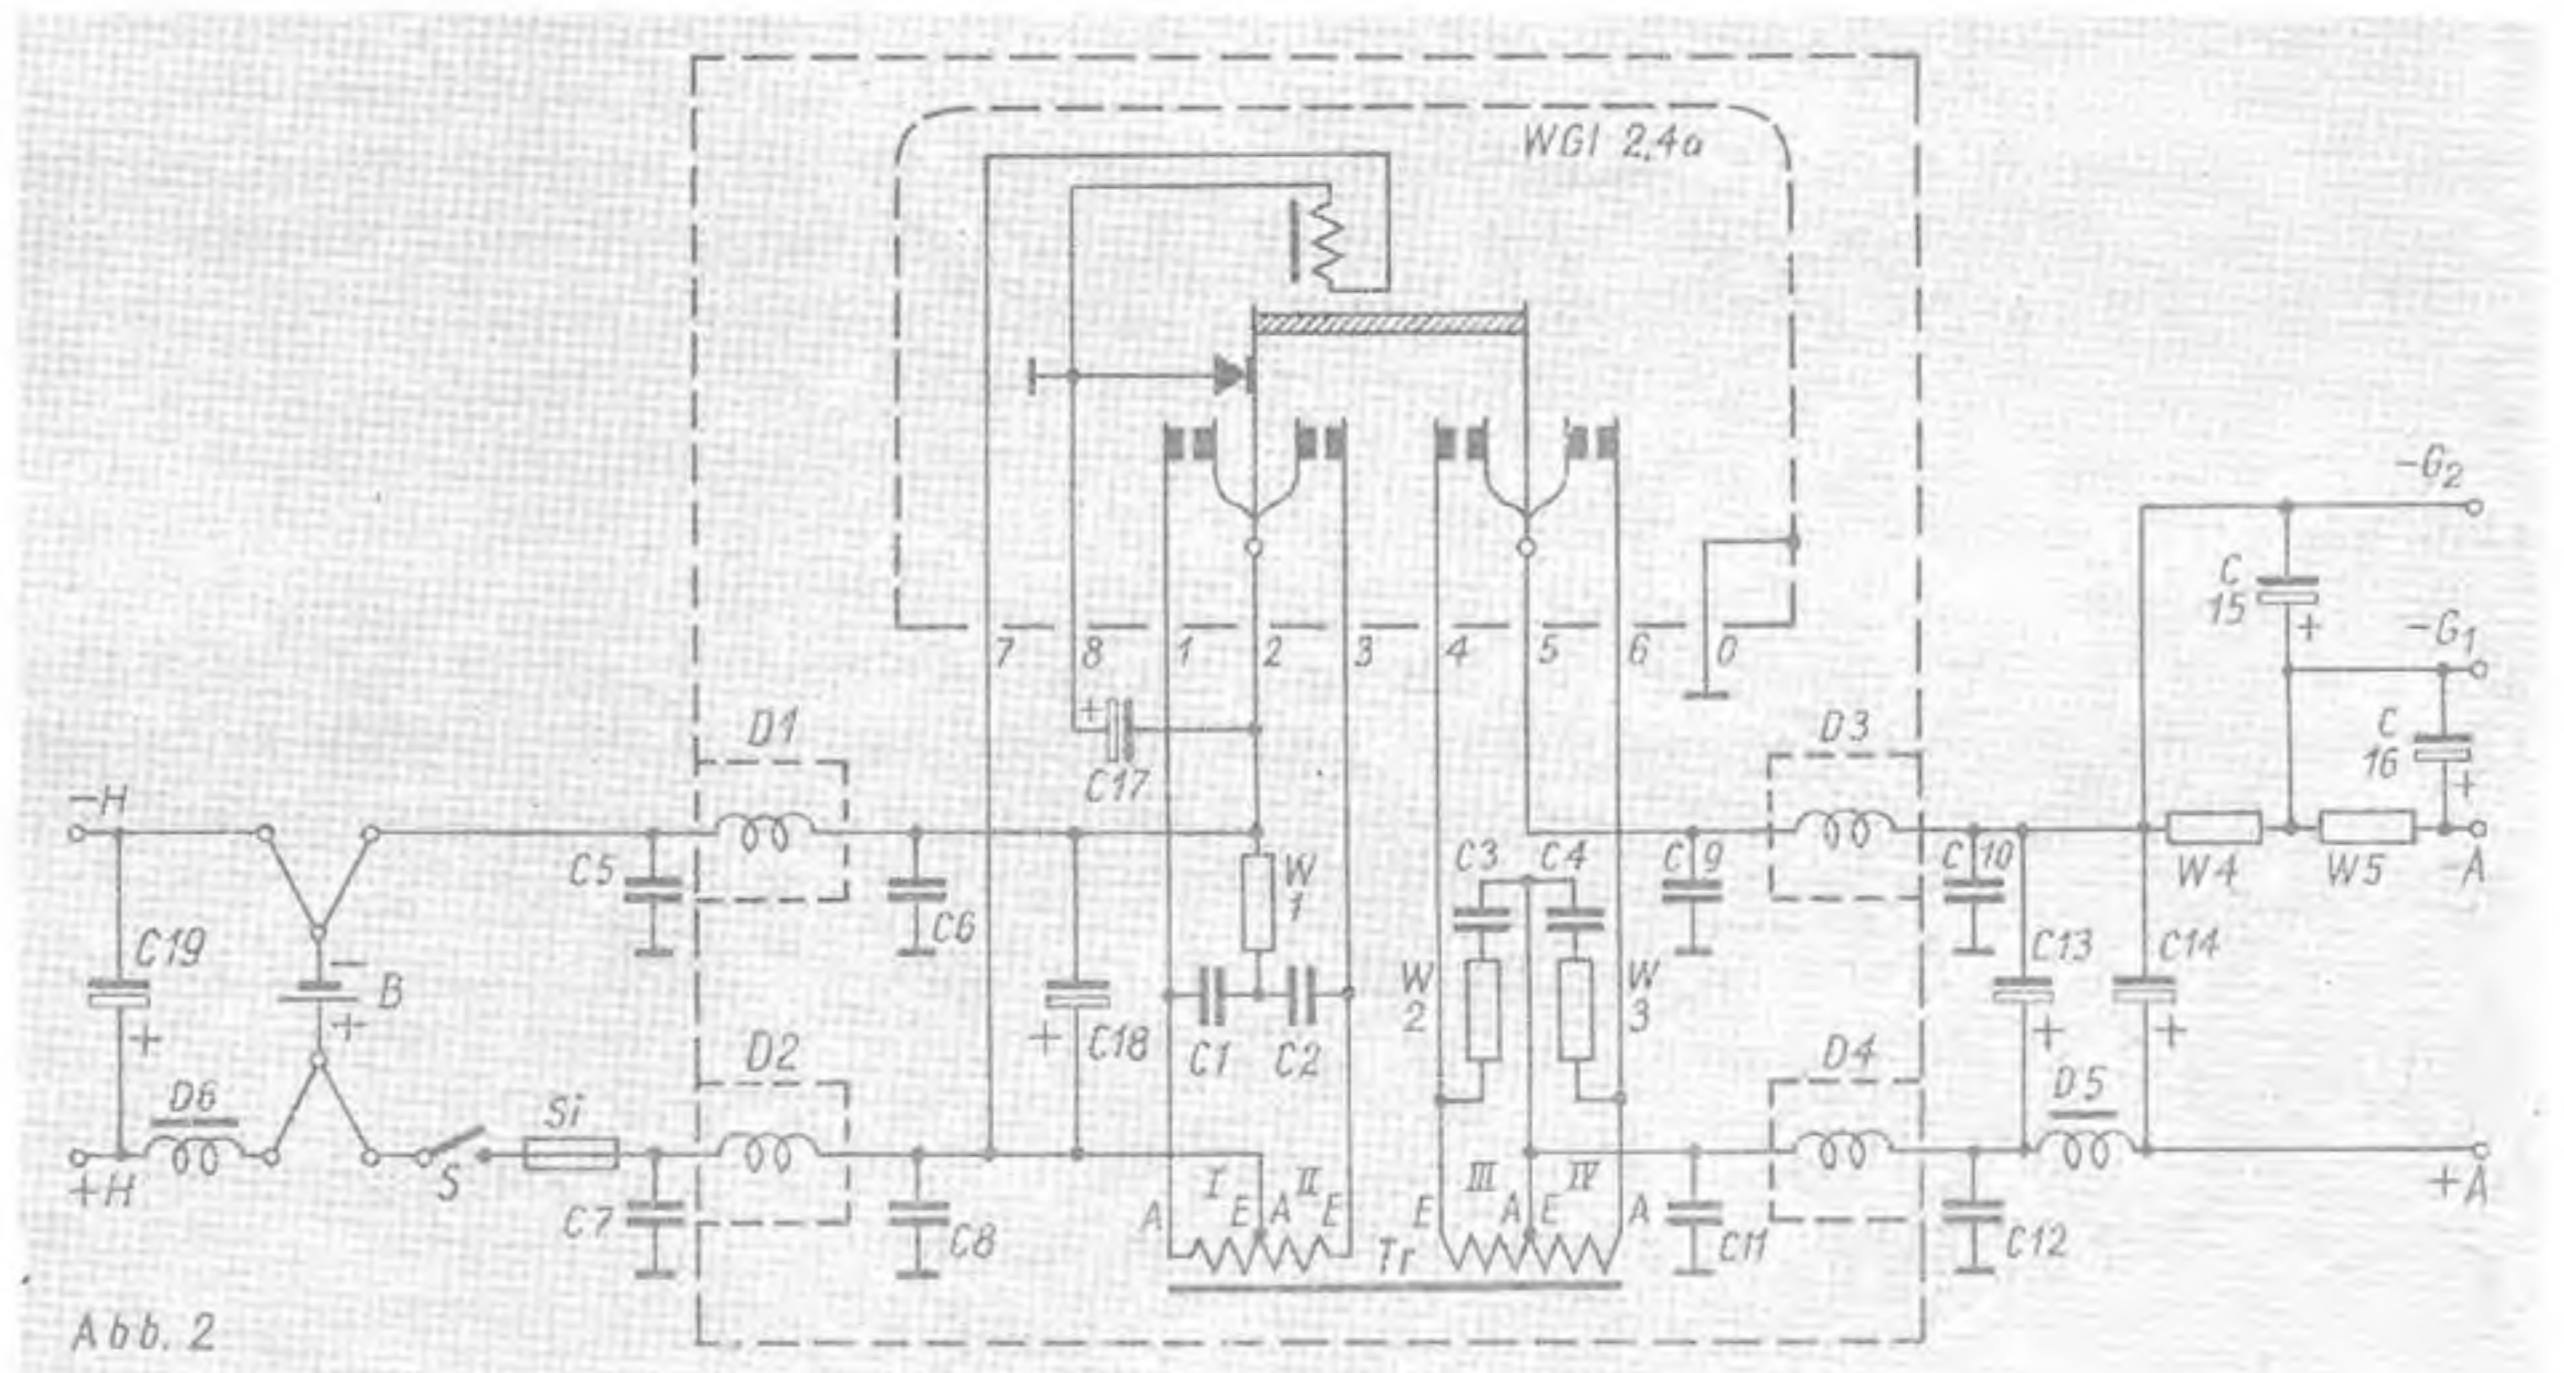
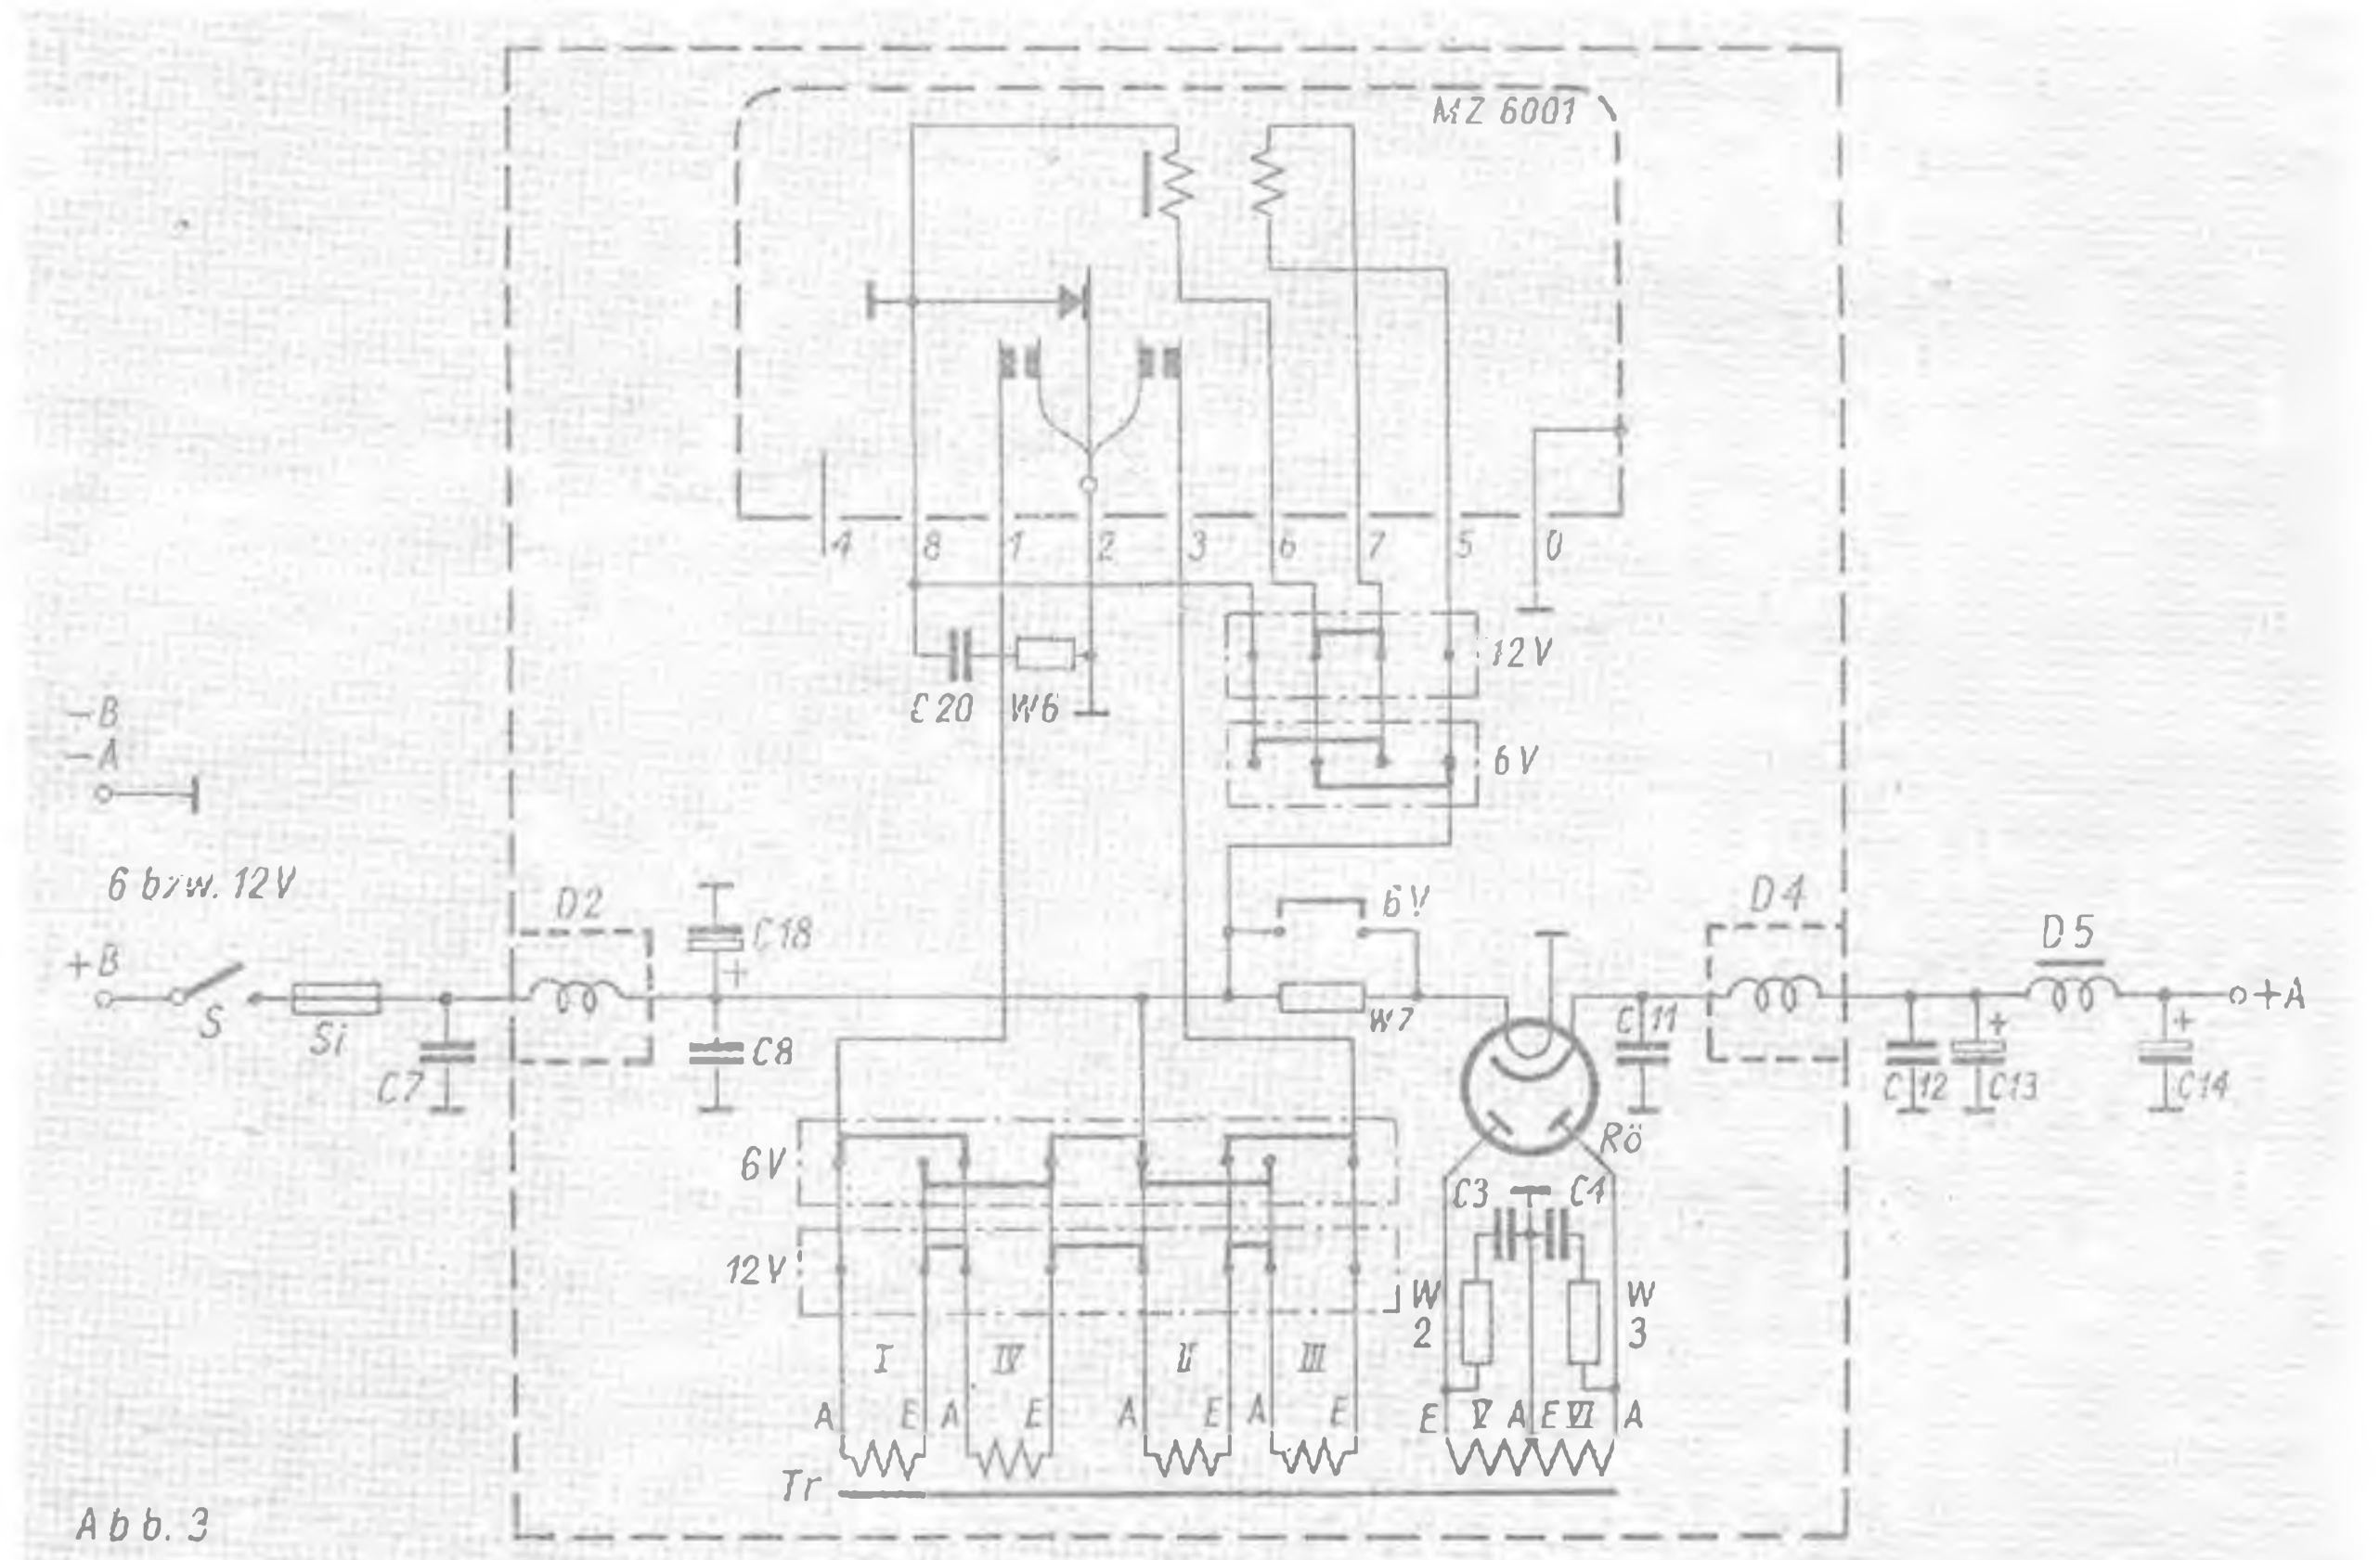

Abb. 2
Abb. 3
In Abb. 2 und 3 bringen wir zwei charakteristische Schaltbilder von Zerhackergeräten. In der ersten Schaltung ist der W Gl 2,4a verwendet, bei dem die Gleichrichtung über die eigenen Kontakte erfolgt. Das Gerät sei aus einem 2-Volt-Sammler gespeist, der gleichzeitig auch der Röhrenheizung, z. B. von direkt geheizten K-Röhren, dient. Für die Röhrenheizung ist deshalb eine Heizstromglättung vorgesehen. Außer der Anodenspannung liefert das Gerät zwei Gittervorspannungen. Abb. 3 zeigt eine Schaltung für den Zerhacker MZ 6001. Die Gleichrichtung wird in diesem Beispiel durch eine Zweiweggleichrichterröhre besorgt. Das Gerät ist umschaltbar und für den Anschluß an einen 6- bzw. 12-Volt-Akku geeignet. Der Empfänger sei mit indirekt geheizten E-Röhren bestückt. Dadurch erübrigt sich nicht nur die Heizstromglättung sondern auch die Gitterspannungsversorgung, da diese im Empfänger durch Katodenwiderstände erzeugt wird.
Stückliste und Erläuterungen zu den Schaltbildern nach Abb. 2 und 3
- C_{13} ... C_{14} ca. 10 μF /250 V (Abb. 2); ca. 10 μF /400 V (Abb. 3).
- C_{18} 50...250 μF /6 V (Abb. 2); 50...250 μF /20 V (Abb. 3).
Tr für Gerät nach Schaltung Abb. 2, das beispielsweise primär für 2 (2,4) Volt, sekundär für ca. 110 (135) Volt bei 15 mA ausgelegt sei:
Tr für Gerät nach Schaltung Abb. 3, das beispielsweise primär für 6 (12) Volt, sekundär für ca. 250 V bei 20 mA ausgelegt sei:
Bei den Schaltungen der Abb. 2 und 3, bei denen die Primär- und Sekundärwicklungen mit Mittelanzapfungen versehen sind, wird an jede Wicklungshälfte die volle Batteriespannung gelegt. Die errechneten Windungszahlen gelten infolgedessen jeweils für eine Wicklungshälfte und sind primär- und sekundärseitig zu verdoppeln.
Achse starr verbunden und auf dem ein Handrad angebracht ist, rollen drei Kugellager-Kugeln. Durch den Feintrieb werden sie in Bewegung gesetzt und wälzen sich dabei in einem stabil befestigten Gehäuse um die Achse des Feintriebes. Notgedrungen muß diese Bewegung der Käfig mitmachen und damit auch das Rundfunkeinzerteil. Wir haben in diesem Falle eine richtiggehende Untersetzung vor uns. Der Fachmann spricht bei einer derartigen Anordnung von einem Planetengetriebe. Abb. 2 stellt den vergrößerten Quer-
schnitt durch Abb. 1 an der Stelle des Kugelumlaufes dar. Die drei Kugeln scheinen tatsächlich wie Planeten um die Sonne (Feinstellachse) zu kreisen. Um die Theorie dieses Kugeltriebes zu verstehen, gehen wir von der obersten Kugel der Abb. 2 zum Beispiel aus, wenn wir die Untersetzung
aus einem uns zugängigen Kugellager stammen, einen Trieb zusammenstellen. Bei geschickter Anordnung läßt sich dieser Schnell-Feintrieb mit einer Skala zusammenbauen. Damit der Knopf nicht zu weit aus dem Apparat steht, kann man ihn durch eine größere Bohrung im Paneelbrett etwas versenken. Aus dem Zusammenstellungsbild Abb. 3 lassen sich alle 12 Teile leicht erkennen. Die anzutreibende Achse hat einen Durchmesser d von 6 mm. Sie muß allerdings stark gekürzt werden. Sollte zwischen der Anlage von Teil 5 und der Einzelteilplatte eine Befestigungsmutter stören, so braucht man nur den Gewindebolzen Teil 6 entsprechend länger zu wählen.